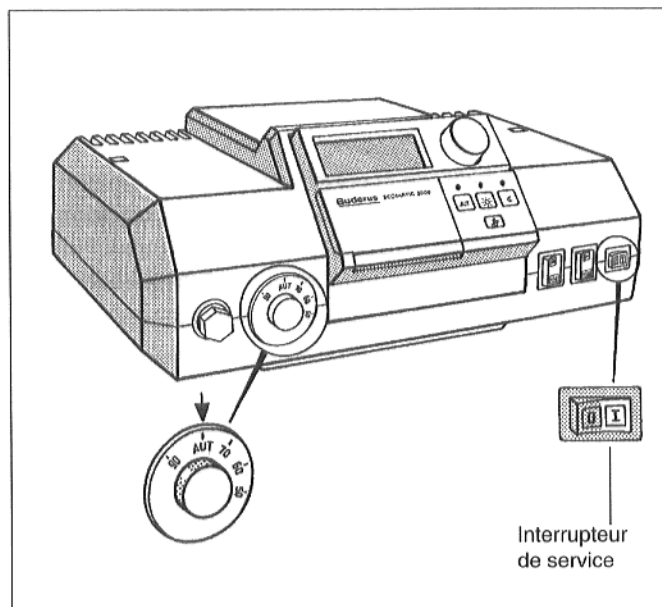

Fig. 21 : mise en service du brûleur à gaz
- Mettre l'interrupteur de service (fig. 21) en position 0.
- Mettre l'interrupteur de service (fig. 21) en position I.
- Régler l'aquastat chaudière (fig. 21) sur la température souhaitée, sur "AUT" pour les régulations "Ecomatic".